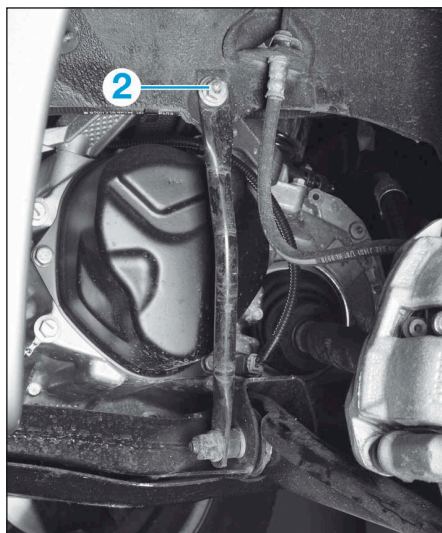

FIG.10
- De chaque côté, déposer la vis supérieure (2) de tirant de berceau (Fig.10).